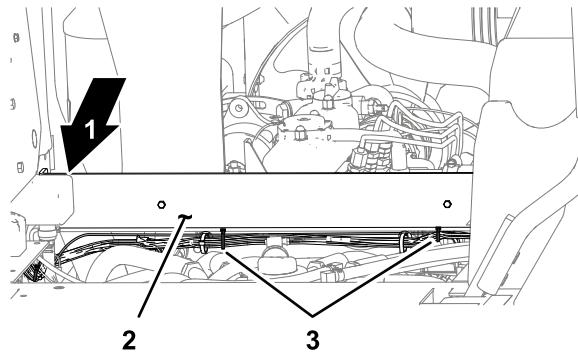

Bild 18
2. Befestigen Sie den Stromkabelbaum unter dem Querkanal mit zwei Kabelbindern am Kabelbaum der Maschine, wie in Bild 18 abgebildet.